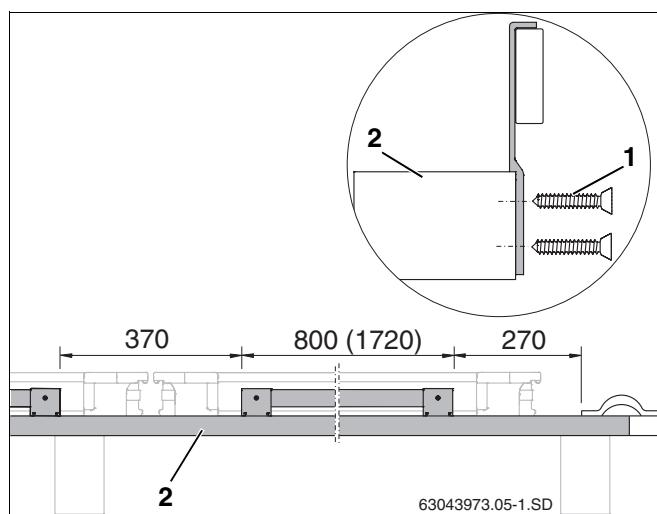

Рис. 11 Установка креплений от сползания на обрешетку крыши (размеры в мм, размер в скобках = для горизонтального исполнения коллекторов)
- Установите предварительно смонтированное крепление от сползания на первую рейку дополнительной обрешетки (рис. 11, поз. 2) и закрепите двумя саморезами 4×10 (рис. 11, поз. 1) (соблюдайте размеры).